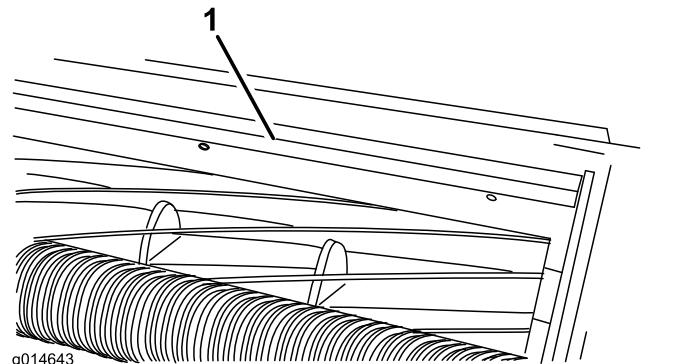

図 9
1. バー 図 9をカッティングユニットに固定しているボルトをゆるめる。